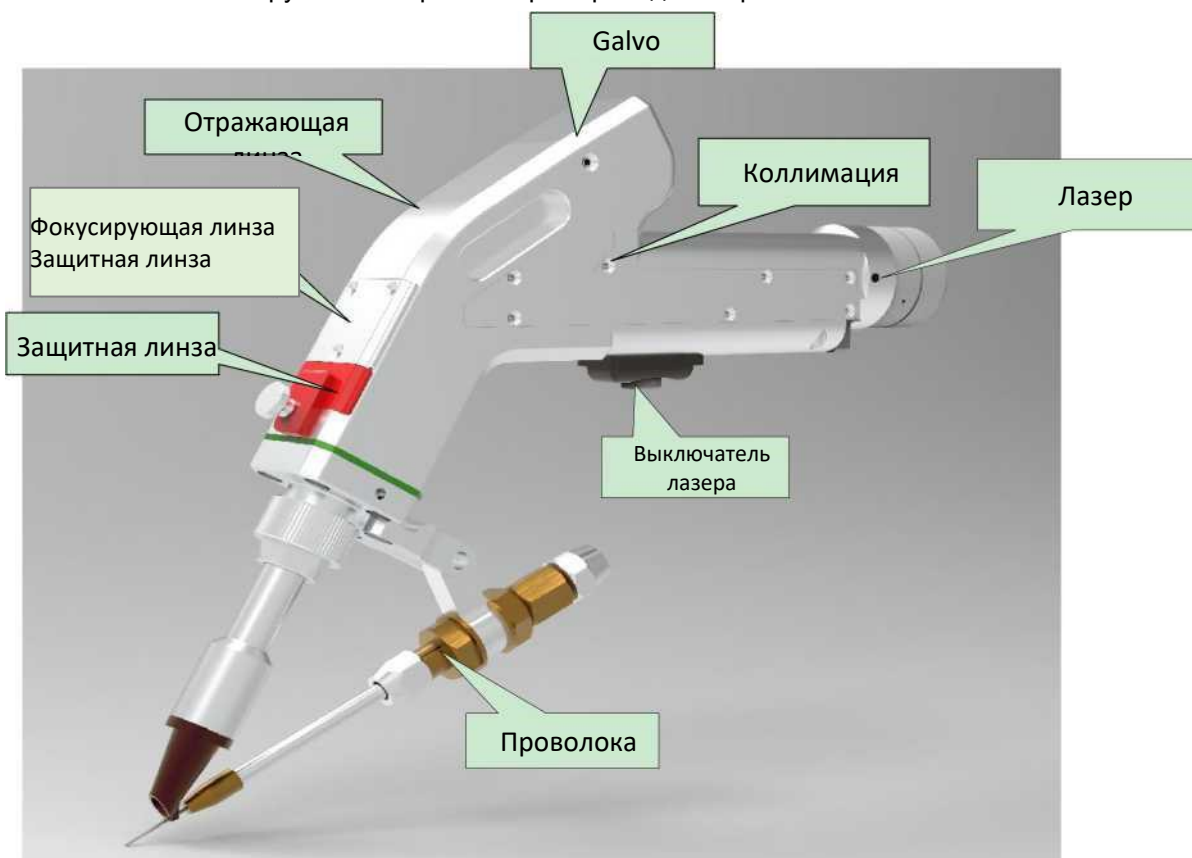

Рис. 2.2-1
2.1. Состав пистолета ручной лазерной сварки приведен на рис. 2.2-1